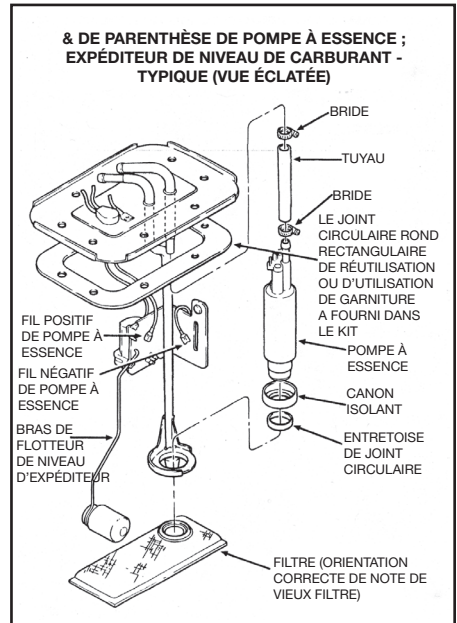

figure 1
- 1) Insérez l'orifice d'aspiration de la nouvelle pompe dans la rondelle en caoutchouc fournie dans le kit d'installation. Ensuite, glissez la rondelle-entretoise fournie dans le kit sur l'orifice d'aspiration de la pompe (Voir fig. 1).
Le nouveau filtre doit être placé avec la même orientation que l'ancien filtre, sinon le bras du flotteur du transmetteur de niveau de carburant peut être obstrué et fausser ainsi l'indication du niveau de carburant (Voir fig. 1). Assurez-vous que le filtre est bien installé sur la pompe et qu'il ne risque pas de tomber. Sans une filtration adéquate, la pompe peut être endommagée. La non-utilisation du nouveau filtre fourni dans le kit annule la garantie de la pompe.
Installez le support de pompe dans le réservoir de carburant en utilisant le nouveau joint torique de réservoir destiné aux supports dotés d'une partie supérieure arrondie, ou alors réutilisez le joint rectangulaire destiné aux supports dotés d'une partie supérieure rectangulaire (Voir fig. 1).